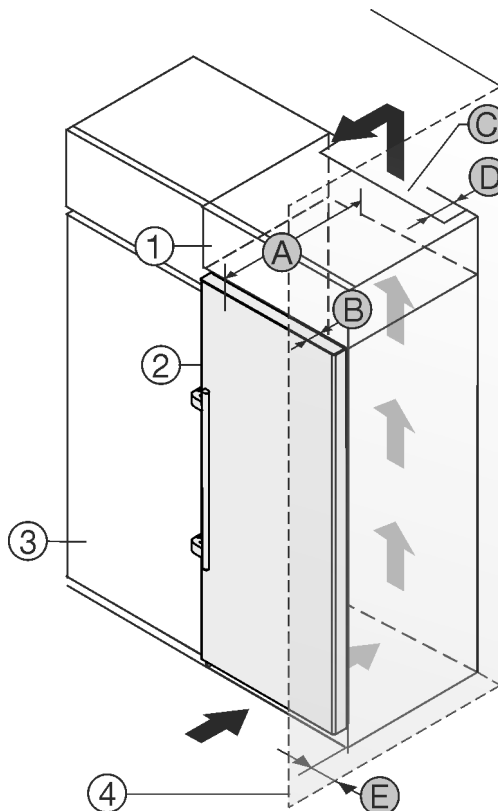

Fig. 1
- (1) Nastavná skříňka
- (2) Příklad
- (3) Kuchyňská skříň
- (4) Stěna
- (A) Hloubka přístroje
- (B) Hloubka dveří
- (C) Větrací průřez
- (D) Vzdálenost zadní strany přístroje
- (E) Vzdálenost k zadní straně přístroje
Můžete přístroj nainstalovat přímo vedle kuchyňské skřínky Fig. 1 (3).
Na zadní straně nastavné skřínky musí být větrací šachta hluboká Fig. 1 (D) přes celou šířku nastavné skřínky.
Pod stropem místnosti musí být dodržen větrací průřez Fig. 1 (C).
Když přístroj instalujete závěsy vedle stěny Fig. 1 (4), musí být vzdálenost mezi přístrojem a stěnou minimálně 57 mm. To odpovídá přesahu madla při otevřených dveřích.
Aby bylo možné dvířka plně otevřít, musí přístroj přesahovat o hloubku dvířek Fig. 1 (B) vůči přední linii kuchyňské skřínky. V závislosti na hloubce kuchyňských skříněk Fig. 1 (3) a použití vymezovačů odstupů od stěny může přístroj vyčnívat dále.